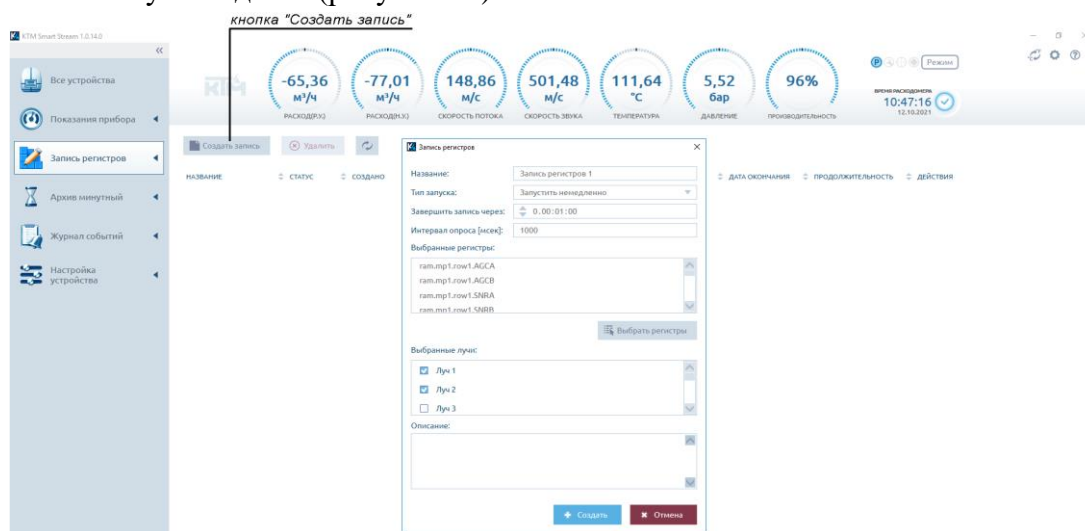

Рисунок 66 – Запись регистров
4.2.3.6 Для записи регистра нужно нажать кнопку «Создать запись» во вкладке «Запись регистров». В открывшемся окне заполнить необходимые графы и выбрать нужный регистр для записи. Нажать кнопку «Создать» (рисунок 66).